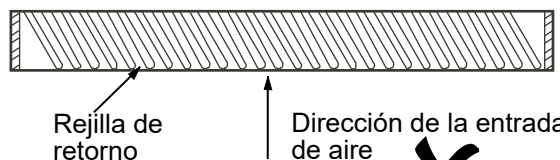

Figura 2.4
2. No debe haber ningún ángulo entre la rejilla de entrada de aire y la dirección de la entrada de aire, de lo contrario el nivel de ruido aumentará. Por ejemplo, el método utilizado para crear la rejilla de entrada de aire en la Figura 2.4 es incorrecto.